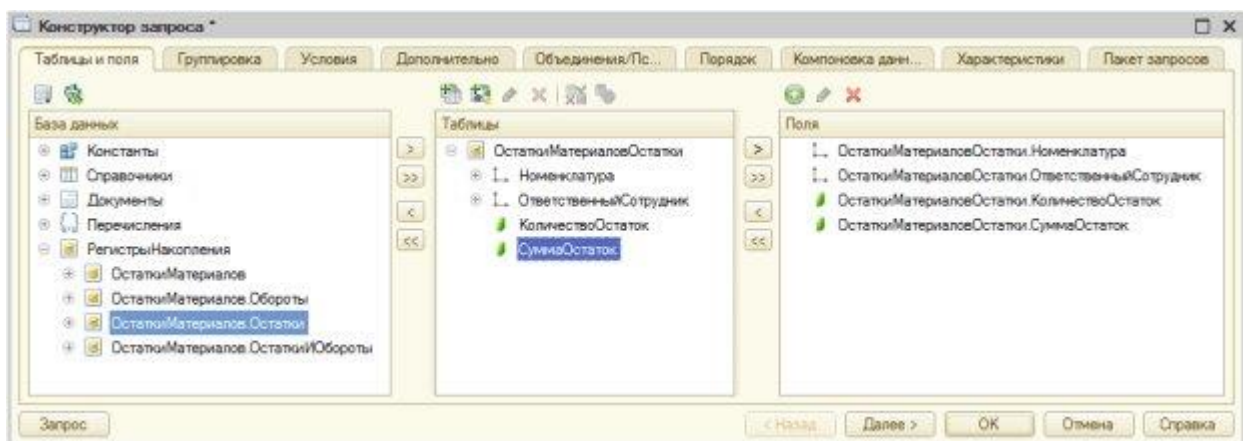

Рисунок 13.2- Создание запроса
4. Из виртуальной таблицы регистра накопления **ОстаткиМатериалов** выберем следующие поля, Рисунок 13.2.